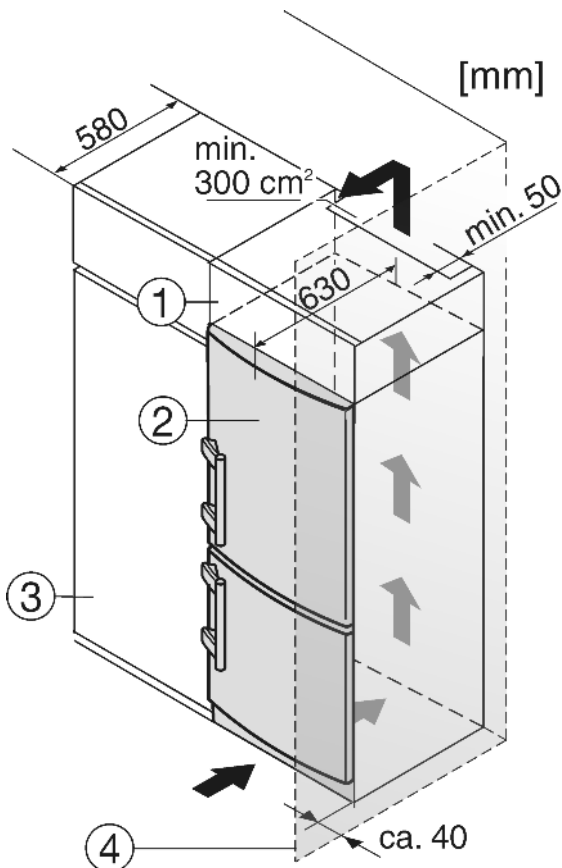

Fig. 13
- (1) Opbouwkast
- (2) Apparaat
- (3) Keukenkast
- (4) Wand
Het apparaat Fig. 13 (2) kan worden ingebouwd in de keuken. Om het apparaat aan de hoogte van het keukenblok aan te passen, kunt u er een passende opbouwkast Fig. 13 (1) op plaatsen.
Bij ombouw met keukenkasten (max. diepte 580 mm) kan het apparaat direct naast de keukenkast Fig. 13 (3) worden opgesteld. De apparaatdeur steekt opzij 34 mm en in het midden van het apparaat 50 mm uit ten opzichte van het keukenkastfront. Hierdoor is de deur zonder problemen te openen en sluiten.
Plaast u het apparaat met de scharnierkant naast een muur Fig. 13 (4), dan moet de afstand tussen apparaat en muur minstens 40 mm bedragen. Dit in verband met het uitsteken van de deurgreep bij een geopende deur.